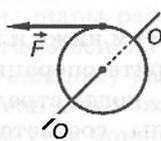

Рис. 1.40
5. Диск вращается вокруг оси  $OO$ , перпендикулярной к плоскости чертежа, под действием силы  $F$ , лежащей в плоскости чертежа и направленной, как указано на рис. 1.40. Как направлен вектор момента импульса? момент силы?